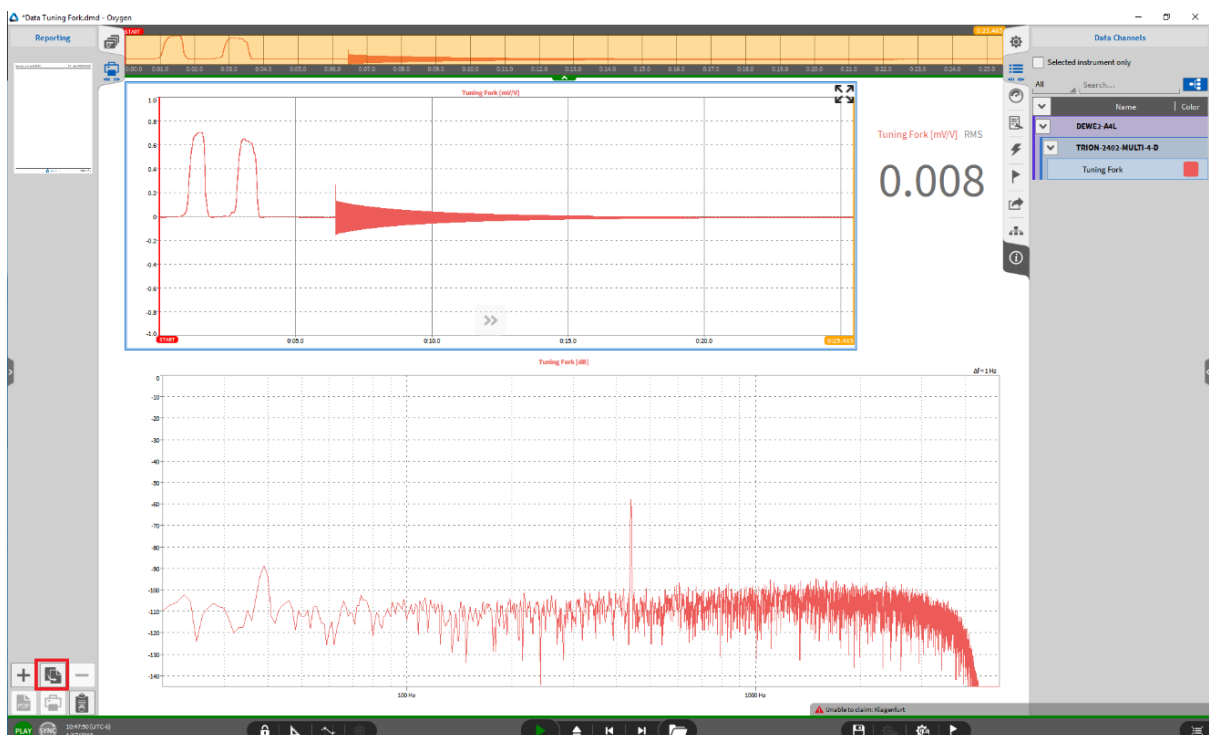
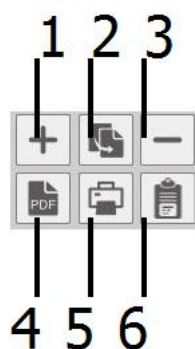

Abb. 14.4: Klicken des *Kopieren* Buttons
Abb. 14.10: Buttons im *Berichterstellungs*-Menü
- Klicken Sie auf den *Kopieren* Button am unteren Ende des Berichterstellungs-Menüs (siehe Abb. 14.4 oder ② in Abb. 14.10)
- Die Buttons am unteren Ende des Berichterstellungs-Menüs (siehe Abb. 14.10) haben folgende Funktionalitäten: